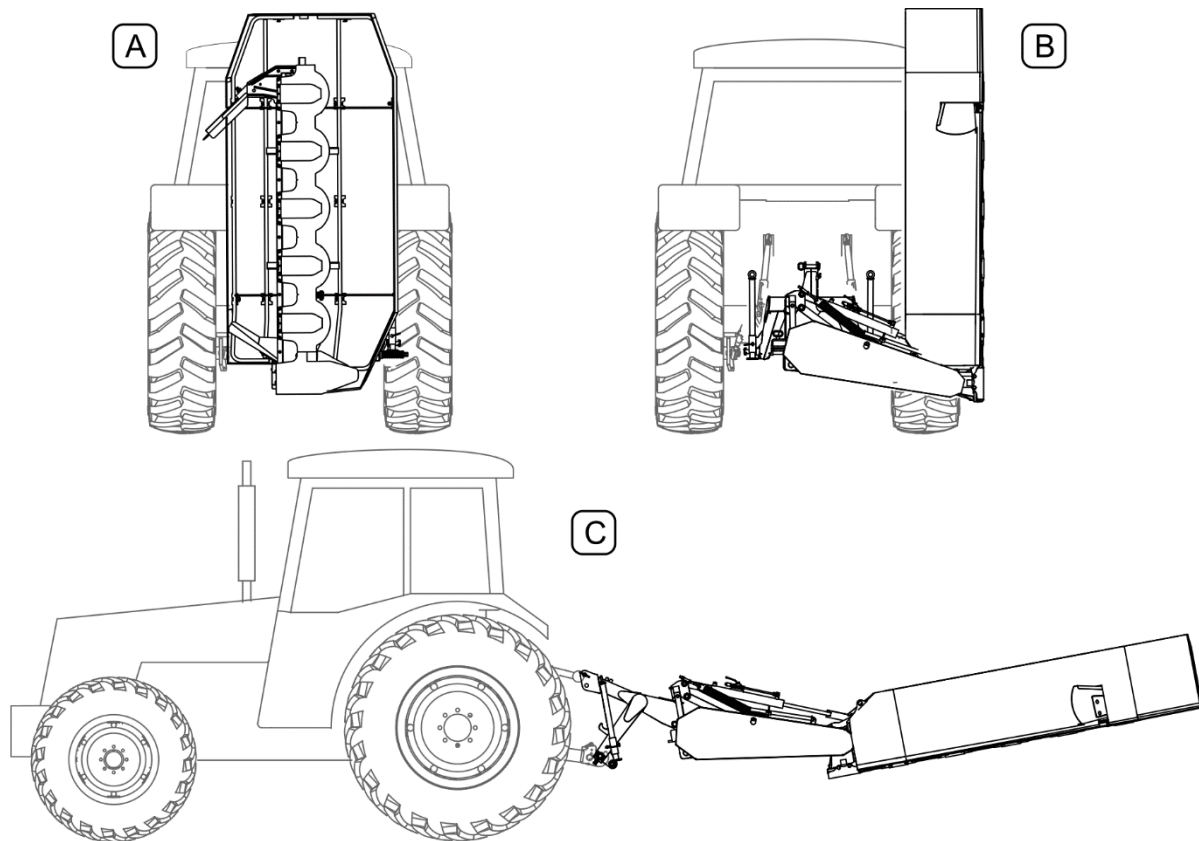
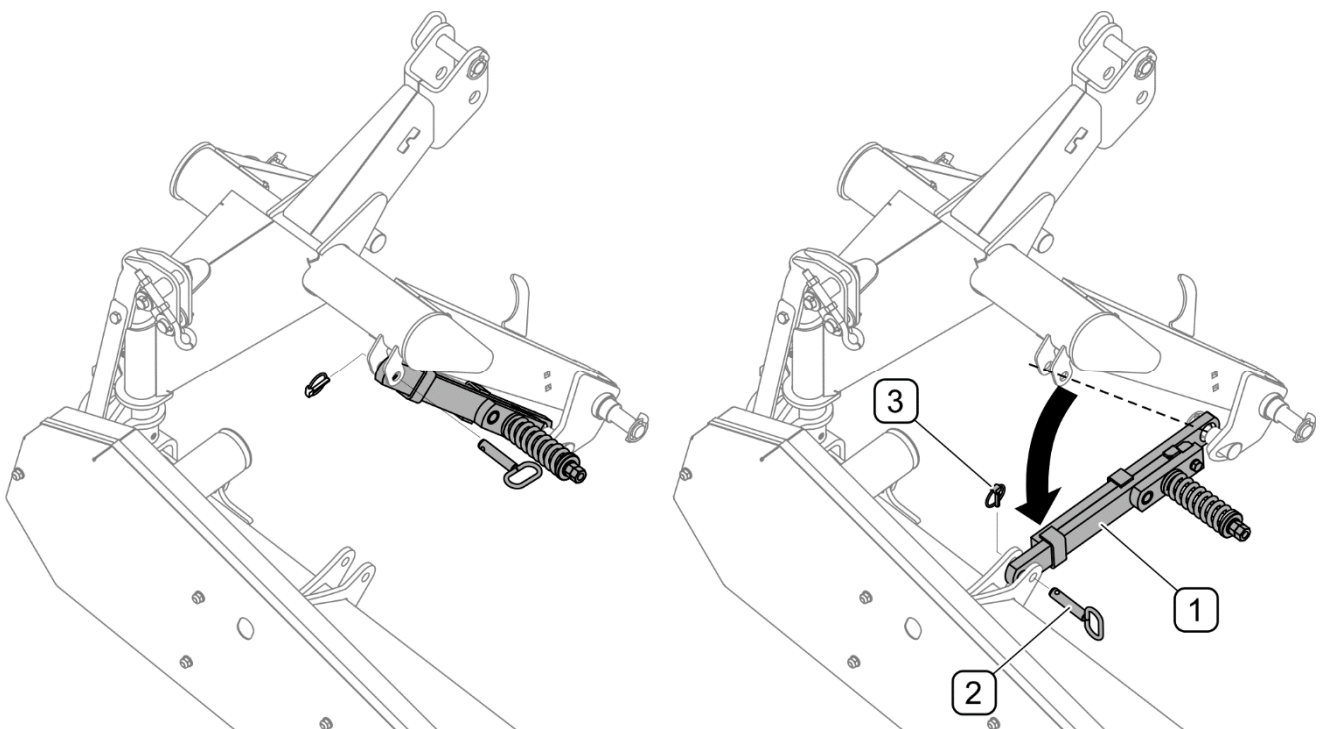

ABBILDUNG 4.3 Transportposition
ABBILDUNG 4.7 Einsetzen der Sicherung
Das Mähwerk kann in eine von drei Transportpositionen (A, B, C ABBILDUNG 4.3) eingestellt werden.
(1) - Sicherung; (2) - Bolzen; (3) - Splint
Um die Sicherung (1) aus dem Tragarm herauszunehmen, müssen der Splint (3) und der Bolzen (2) herausgezogen, die Sicherung (1) angehoben und in der Aufhängung befestigt werden (ABBILDUNG 4.7). Die Sicherung wird herausgenommen, um das Mähwerk in die Transportposition (A, C ABBILDUNG 4.3) zu stellen.
Um den Tragarm in der Arbeitsposition zu arretieren, muss die Sicherung eingesetzt werden (ABBILDUNG 4.7). Zu diesem Zweck muss der Splint (3) herausgezogen, die Sicherung (1) festgehalten und der Bolzen (2) herausgezogen werden. Die Sicherung (1) herunterlassen und am Tragarm mithilfe des Bolzens (2) mit Splint (3) befestigen.